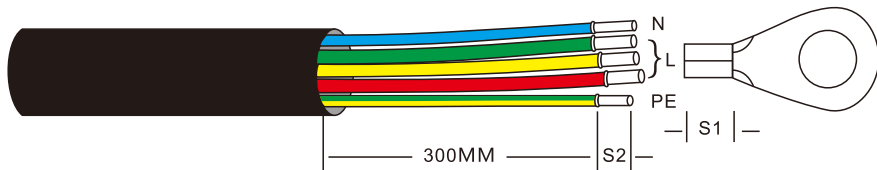

图3.25 剥开交流线缆
1. 将交流线缆绝缘护套的末端剥去约300mm, 然后剥去每根导线的末端 (如图3.25所示)